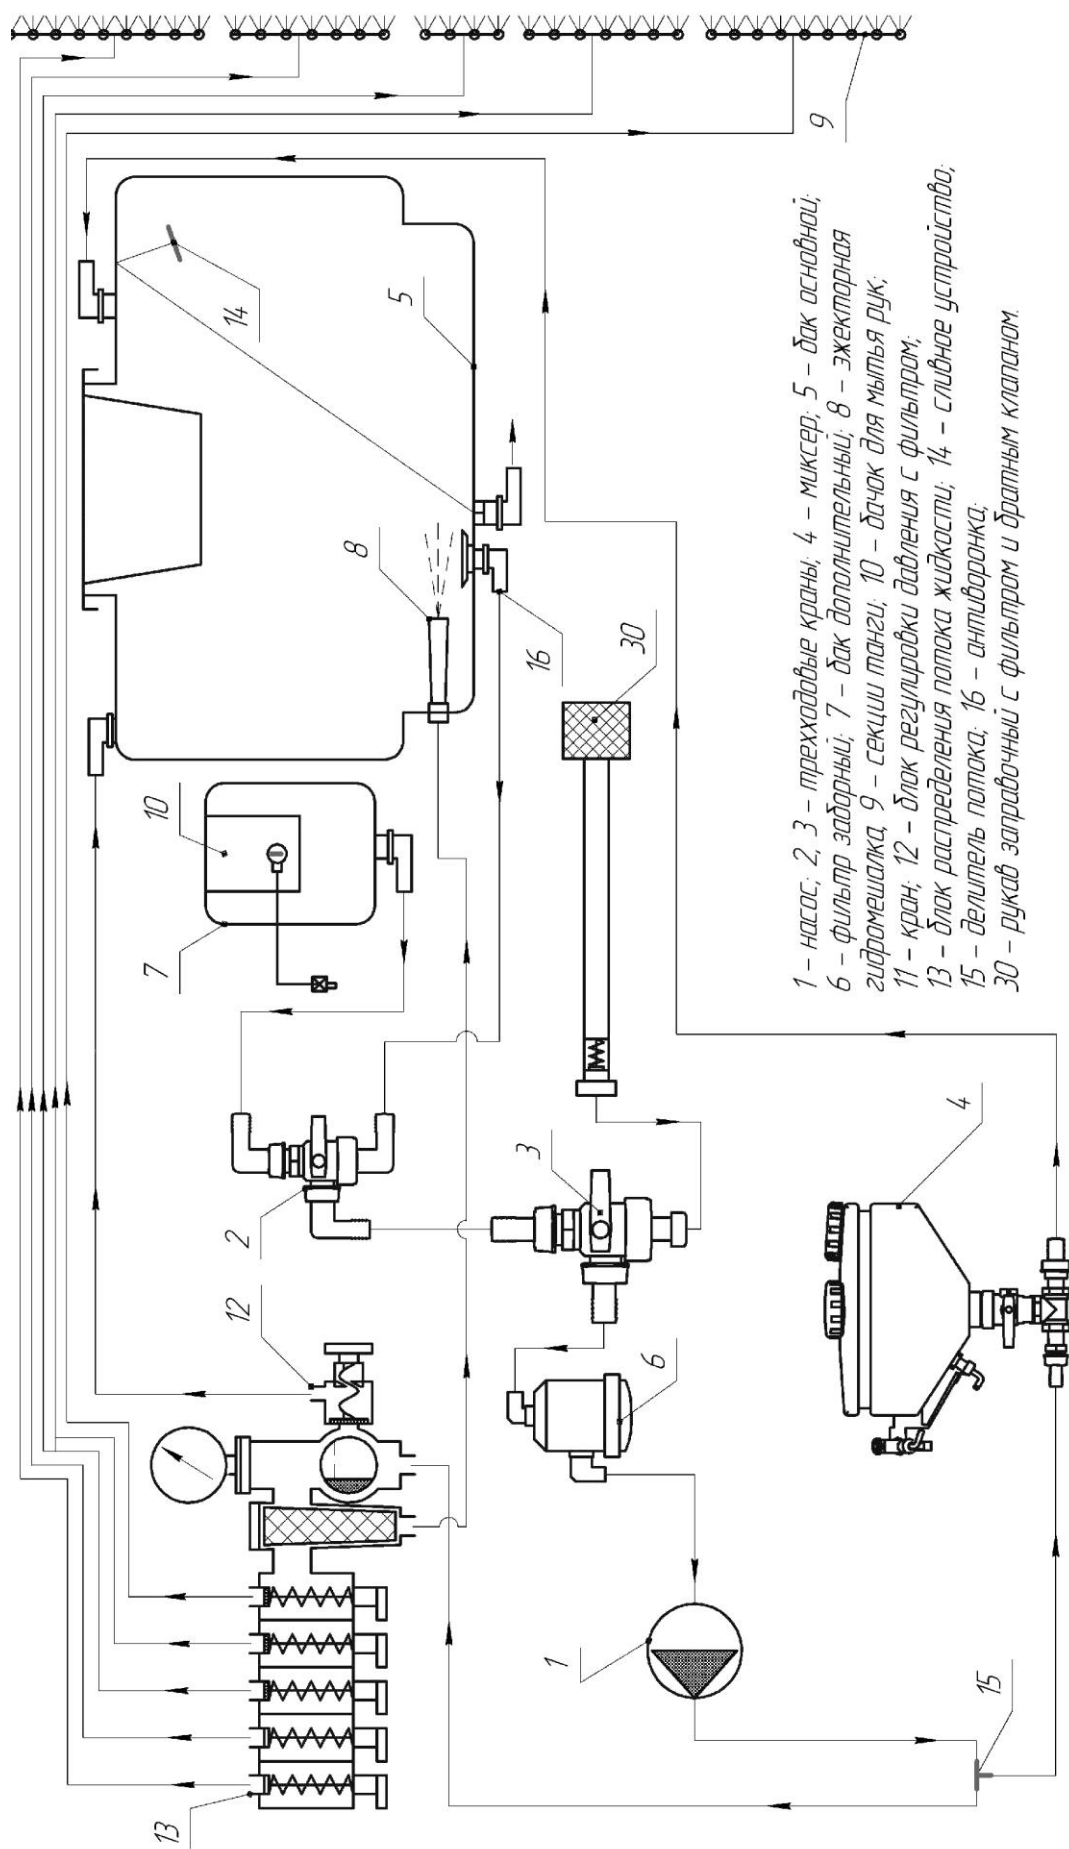

Рис. 8. Гидравлическая схема опрыскивателя ОП-3000-24.
2.2. Устройство опрыскивателя показано на рис. 1, а основных узлов – на рис. 2-7. Гидравлическая схема приведена на рис. 8.
При включении ВОМ трактора поток мощности передается на вал насоса 1 (рис. 8). Жидкость из основного бака 5 засасывается через антиворонку 16, проходит через фильтр 6 и поступает в насос. При промывке системы жидкость поступает из дополнительного бака 7. Выбор режима работы осуществляется поворотом рукояток трехходовых кранов 2 и 3.